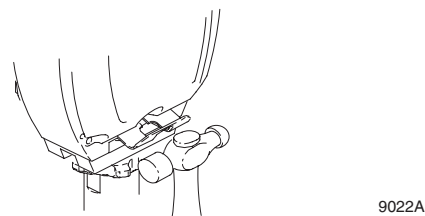

Fig. 19
6. Fig. 19. Desserrer l'écrou en tapant avec un marteau de 567 g (maximum). Dévisser la pompe.